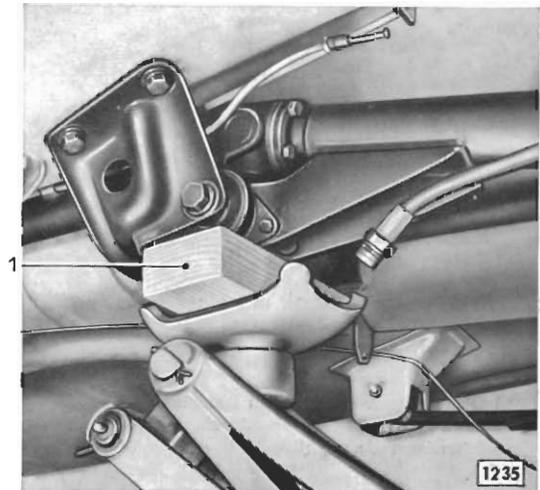

Bild 25 - Hinterachsgelenk zum Abschrauben der Gelenkbrücke mit Wagenheber abgestützt
6. Mutter – Federring – der Hinterachsgelenkschraube (26/2) einige Gewindegänge lösen, nicht abschrauben. Dann Hinterachsgelenk vor dem Herausschrauben der Sechskantschrauben (26/1) – Federringe, Scheiben – für Gelenkbrücke (26/3) an Wagenboden mit Wagenheber abstützen. Dabei Wagenheber mit aufgelegtem Holzklötzchen unter dem Stützarm der Hinterachsverlängerung ansetzen (Bild 25).